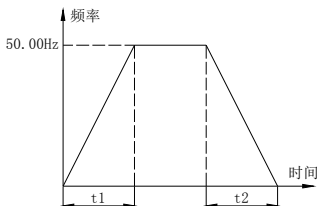

图 7-1 直线加减速
**0：直线加减速方式。**输出频率按照恒定斜率递增或递减，如图 7-1 所示。